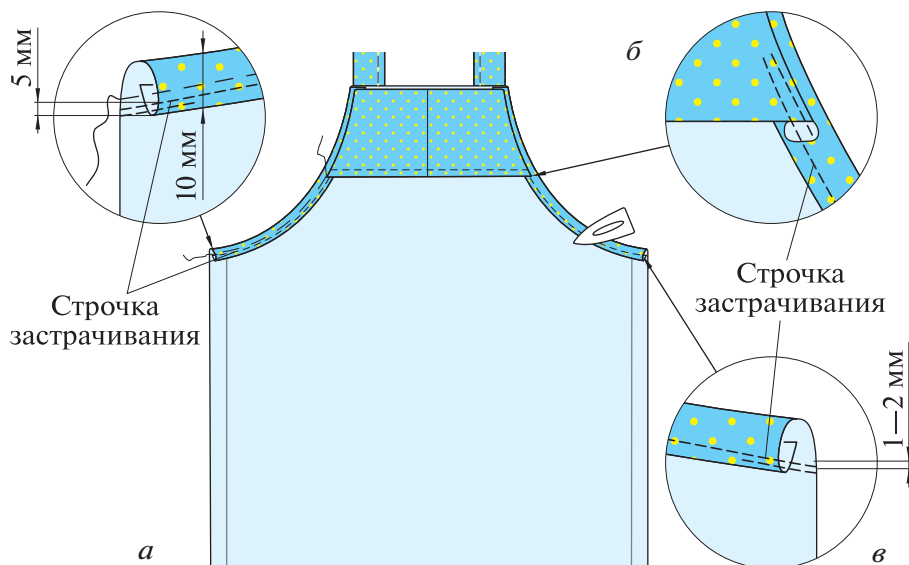

Рис. 6.39. Обработка боковых срезов нагрудника
2. *Застрочите* на расстоянии 1—2 мм от сгиба (рис. 6.39). На правой половине фартука машинную строчку начинайте выполнять сверху — на обтачке, а закончите внизу (рис. 6.39, б, в). На левой половине — наоборот: строчку начинайте снизу (рис. 6.39, а), а закончите на обтачке. Приутюжьте.